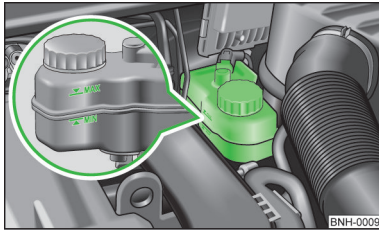

Abb. 127
» Abb. 127 auf Seite 145.
- Ist der Flüssigkeitsstand unter die „MIN“-Markierung abgesunken » Abb. 127 auf Seite 145,  nicht weiterfahren - es besteht Unfallgefahr! Die Hilfe eines Fachbetriebs in Anspruch nehmen.
➤ Den Bremsflüssigkeitsstand im Behälter prüfen » Abb. 127.